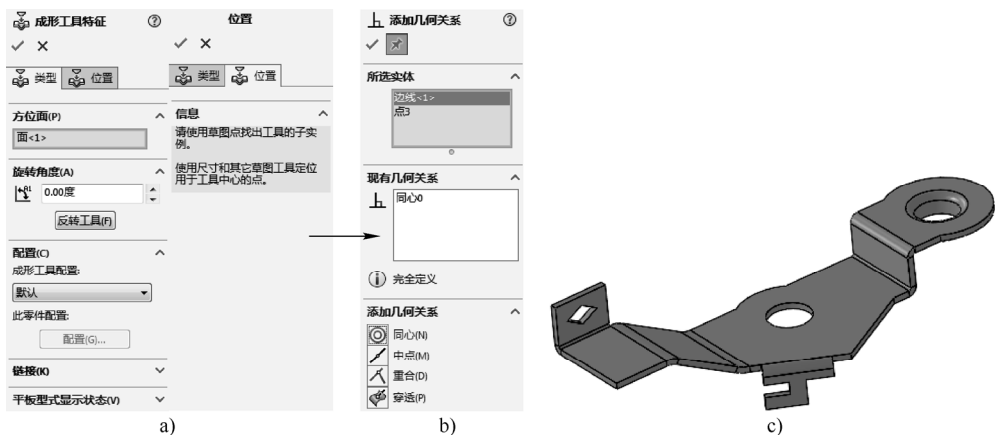

图 8-48 定义成形工具的位置
STEP 9 系统打开“成形工具特征”属性管理器，切换到“位置”选项卡，为成形工具的轮廓线与钣金外侧的圆形轮廓设置同心约束，以确定成形工具的位置，单击“确定”按钮，使用成形工具对模型进行冲压除料，完成整个模型的创建，如图 8-48 所示。